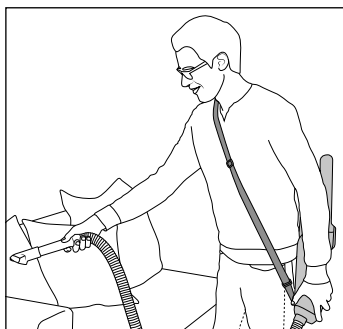

Fig. 12
- Si consiglia di passarsi la tracolla 27 sopra la testa poggilandola su una spalla (vedere fig. 12).